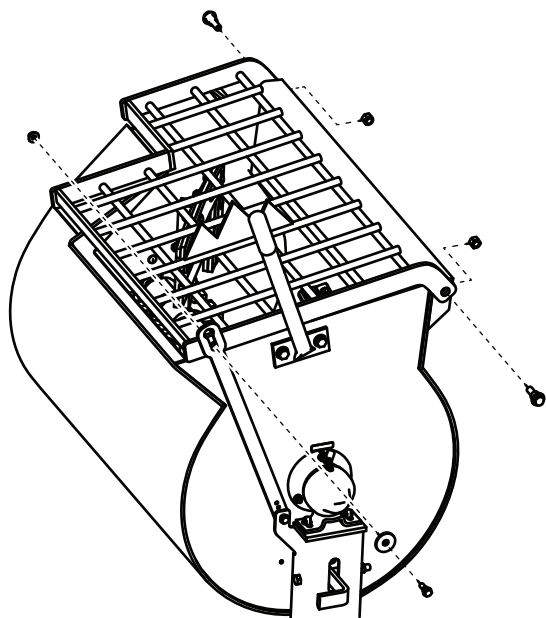

Figure 34
3. Retirez les écrous et boulons qui fixent la grille à la cuve, et déposez la grille (Figure 34).